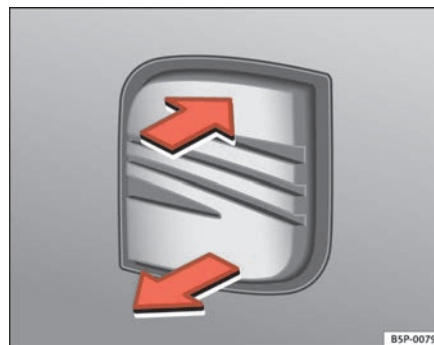

Fig. 74 Bagagliaio apertura dall'esterno
- Tirare la maniglia e sollevare il cofano ⇒ fig. 74 contemporaneamente.